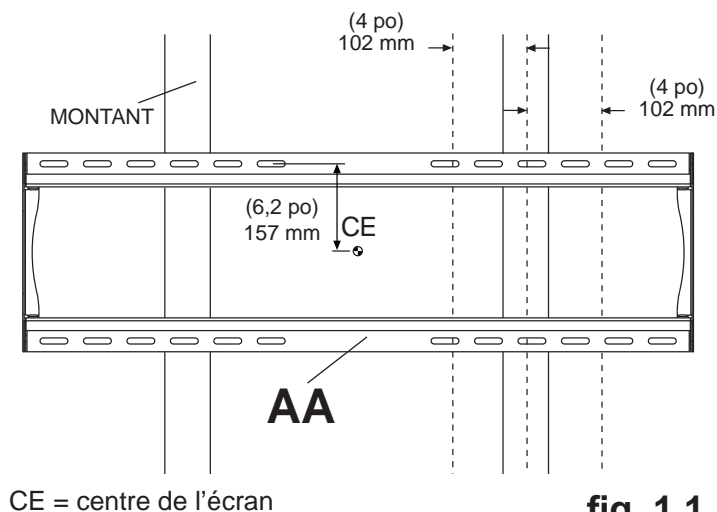
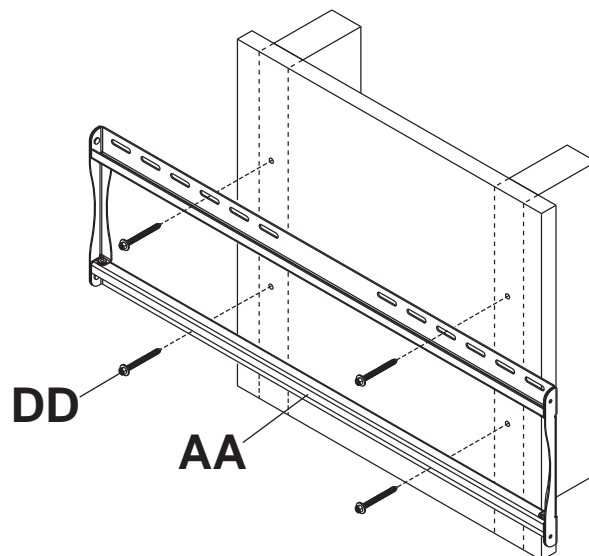

fig. 1.1
fig. 1.2
**1** Repérez le bord des montants à l'aide d'un localisateur de montants. L'utilisation d'un localisateur de montants « bord à bord » est fortement recommandée. Après avoir repéré les bords, tracez une ligne verticale le long du centre de chaque montant. Posez la plaque murale sur le mur et utilisez-la comme gabarit. Les fentes de montage supérieures doivent être situées à 157 mm (6,2 po) au-dessus de l'endroit souhaité pour le centre de l'écran comme illustré à la figure 1.1. Mettez la plaque à niveau et marquez le centre des quatre trous de fixation. Veillez à ce que les trous de fixation soient sur la ligne médiane du montant. Percez quatre trous de 4 mm (5/32 po) de dia. et de 64 mm (2,5 po) de profondeur. Veillez à ce que la plaque murale soit de niveau et fixez-la à l'aide de quatre vis à bois n° 14 x 2,5 po (DD) comme illustré à la figure 1.2.
**REMARQUE:** La plaque murale peut être décentrée de jusqu'à 102 mm (4 po) comme illustré à la figure 1.1.
- 1** 1 Assurez-vous que la plaque murale (AA) est de niveau et utilisez-la comme gabarit pour marquer l'emplacement des quatre trous de fixation. Les fentes de montage supérieures doivent être situées à 157 mm (6,2 po) au-dessus de l'endroit souhaité pour le centre de l'écran comme illustré à la figure 1.1 en page 23. Percez quatre trous de 8 mm (5/16 po) de dia. à une profondeur minimale de 64 mm (2,5 po). Insérez les chevilles d'ancrage (EE) dans les trous au ras du mur comme illustré (à droite). Posez la plaque murale sur les chevilles d'ancrage et attachez-la à l'aide de vis n° 14 x 2,5 po (DD). Assurez-vous qu'elle est de niveau, puis serrez toutes les fixations.